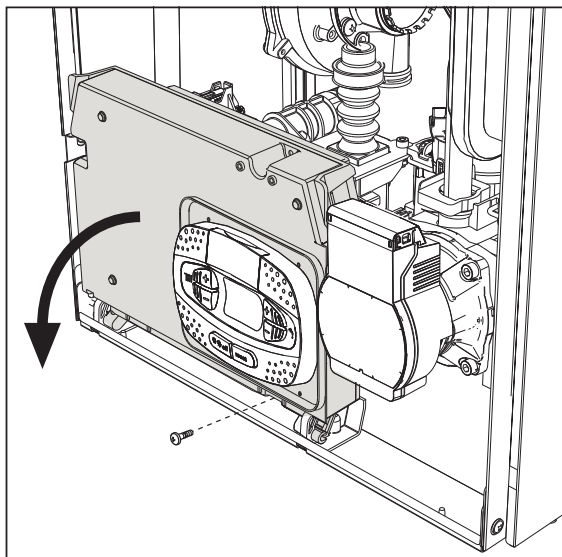
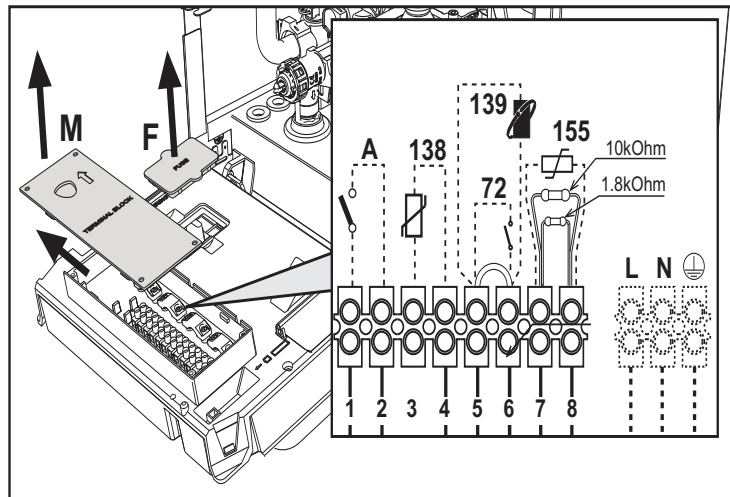

рис. 20
рис. 21
После снятия передней панели ( \*\*\* 'Открытие передней панели' on page 83 \*\*\* ) можно получить доступ к клеммной колодке (M) и предохранителю (F), действуя согласно нижеприведенным указаниям (рис. 20 и рис. 21). **Клеммы, указанные на рис. 21, должны иметь чистые контакты (не 230В).** Расположение зажимов и их назначение показаны также на электрической схеме на рис. 58.
**Конфигурация выключателя ON/OFF (А рис. 21)**